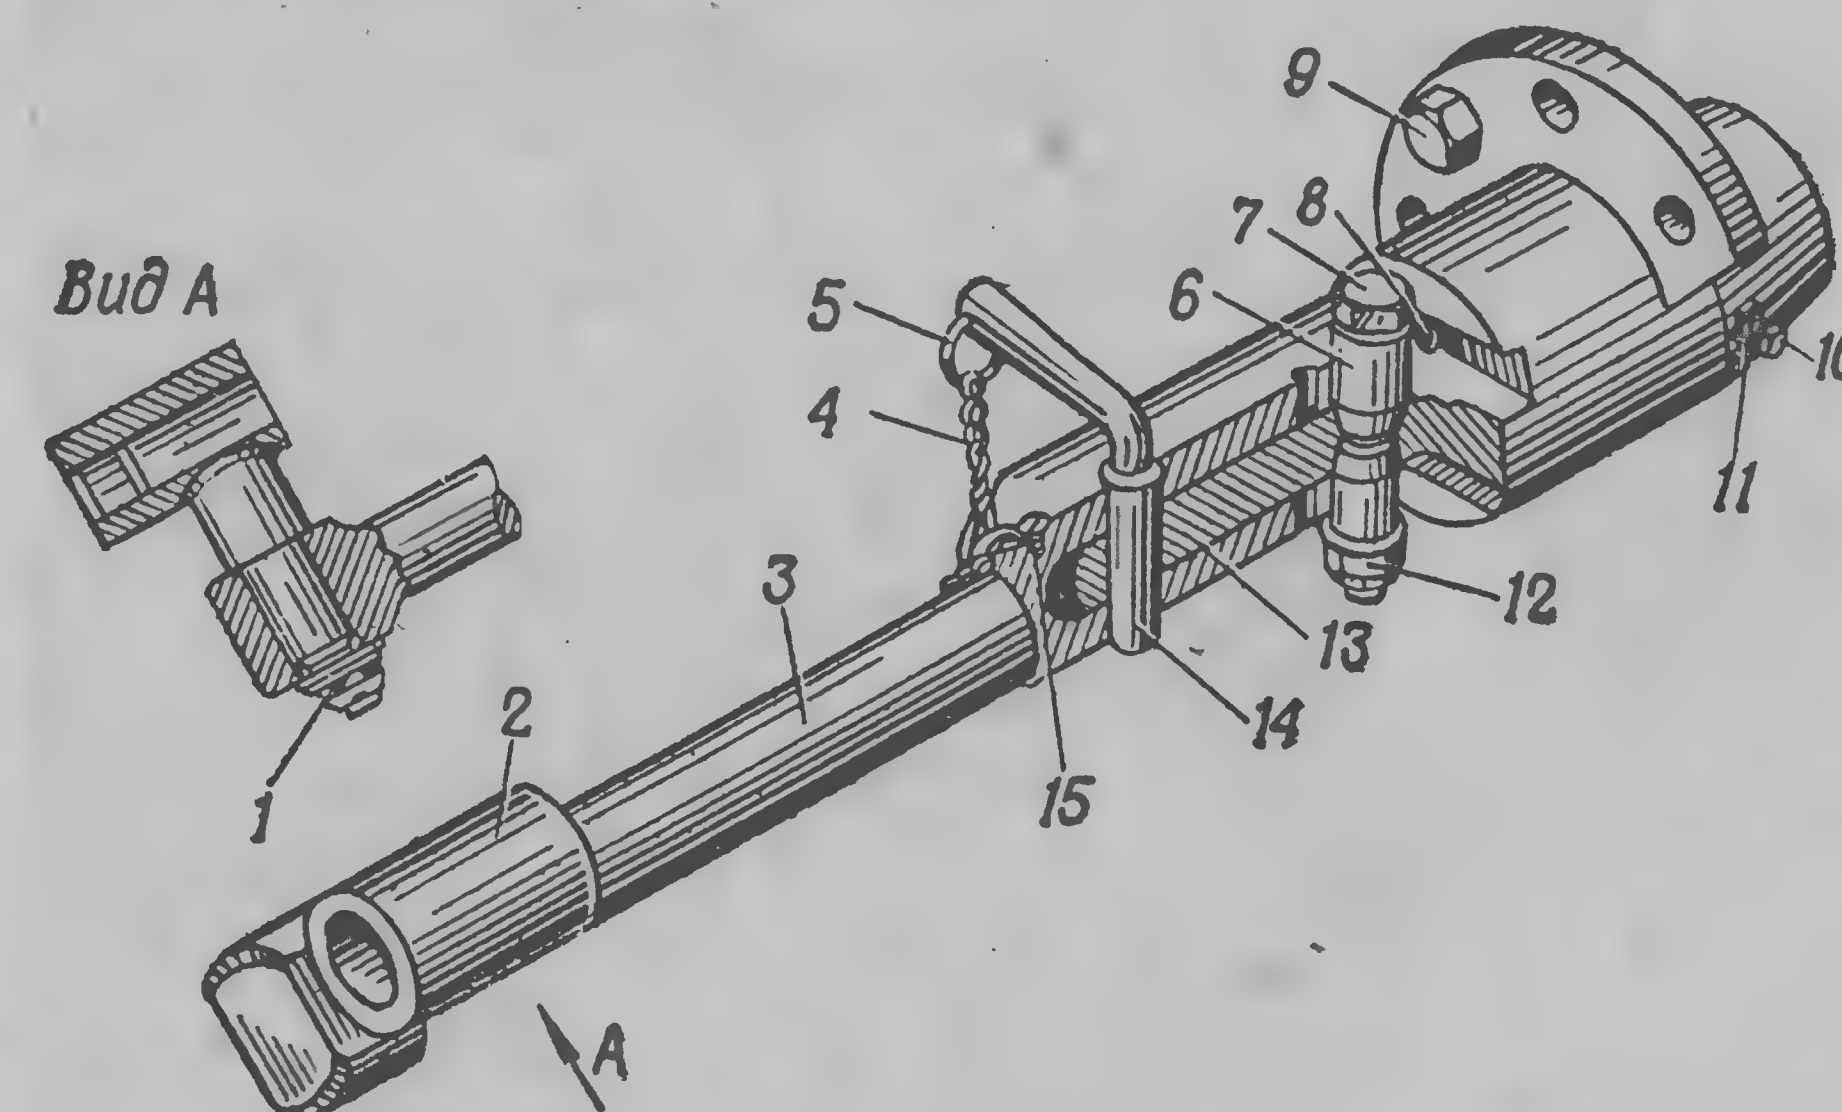

Рис. 22. Консоль:
Консоль служит для установки прицела на оси фермы и состоит из головки 2 (рис. 22), вилок 3, фланца 13, двух конусов 6, рукоятки 14 и болта 7 с гайкой 12.
— свинтить на один — два оборота гайки 11 (рис. 22), вывинтить болты 10, свинтить гайки с болтов 9 и отделить консоль от оси фермы.
- выбить шплинт, свинтить корончатую гайку 12 (рис. 22), снять шайбу и вынуть болт 7 из шарнира консоли;
Надеть консоль на левый конец оси фермы, совместив лунки в оси с отверстиями под болты 10 (рис. 22) во фланце, ввинтить болты 10 с гайками 11 и затянуть гайки.